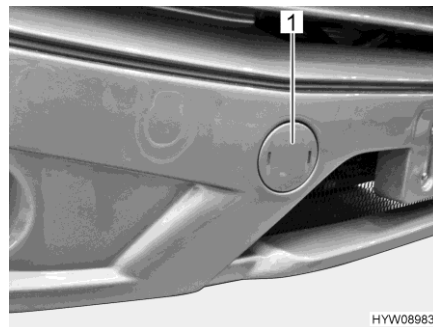

Bild 28 Lock (bogseröglans fäste)
- Lossa locket (Bild 28,1) med en skruvmejsel.